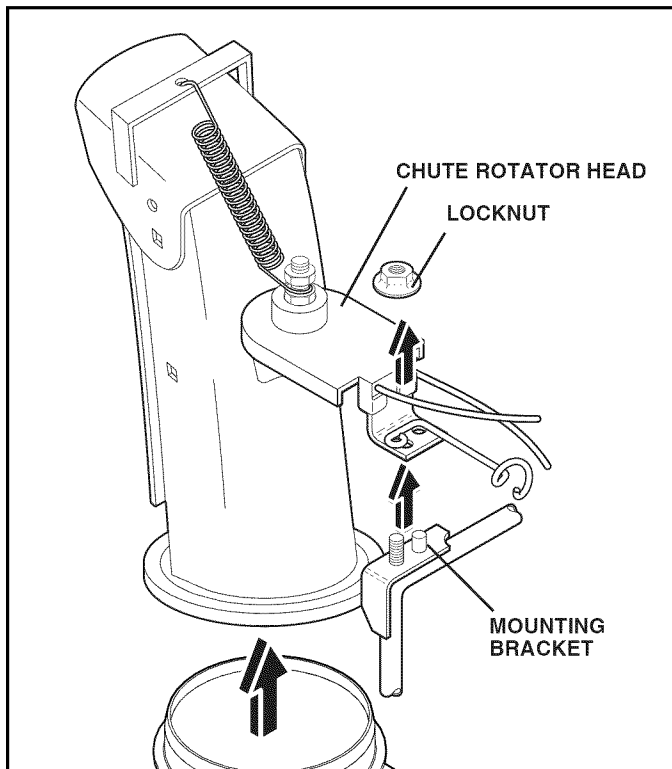

FIG. 20
2. DESMONTAR EL CONDUCTO DE EYECCIÓN – Aflojar la contratuerca que asegura la cabeza giratoria del conducto al soporte de montaje lo suficiente para poder levantar la cabeza giratoria del conducto y desmontar el conducto de eyección de la máquina quitanieves (Ver Fig. 20).